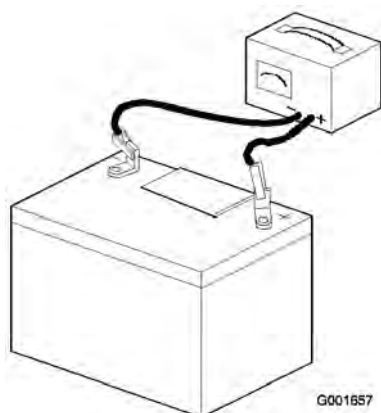

Figure 39
2. Quand la batterie est chargée au maximum, débranchez le chargeur de la prise, puis débranchez les fils du chargeur des bornes de la batterie (Figure 39).